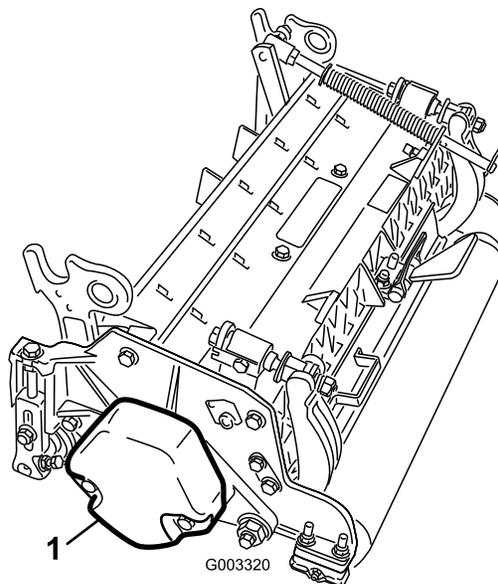

図3
4. カウンタウェイト **図3** を、カッティングユニットの所定の側に取り付けるカウンタウェイトキットの取り付け要領書を参照。